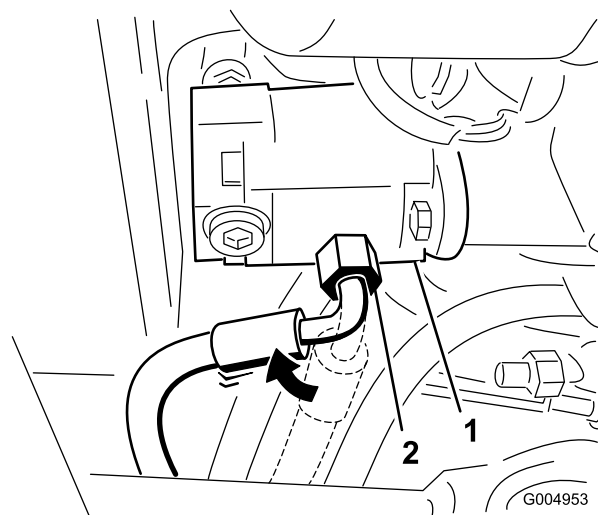

Figura 43
5. Afloje el acoplamiento de la manguera de presión y gire el acoplamiento 45 grados hacia la parte delantera de la máquina (Figura 43).
Nota: La Figura 43 muestra la vista desde debajo de la unidad de tracción.